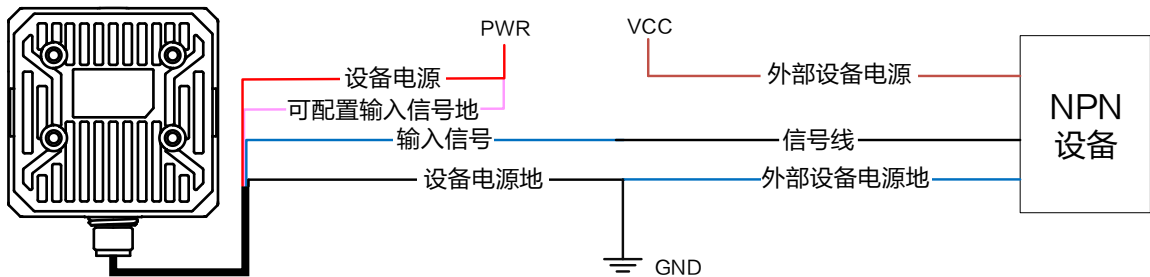

图3-10 可配置输入信号接 NPN 设备
- 若周围无外接电阻，可使用图 3-10 所示的接线方式。该接线图仅适用于可配置输入输出信号作为输入时使用，即 Line2/3/4。